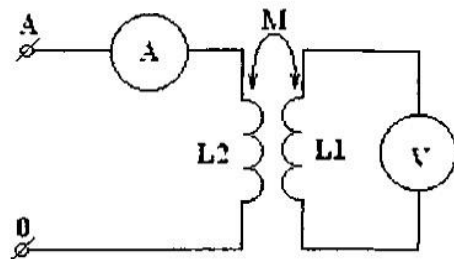

Рис. 2 Схема линейного трансформатора
7.3 Объяснить появление V_2 при подключении L_2 к U (рис. 2).